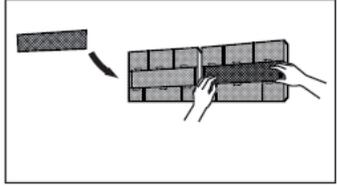

fig. 17 -
4. Ana filtrenin arkasında yer alan hava arıtma filtresini çıkartınız ("fig. 17 -") ve elektrik süpürgesi ile temizleyiniz